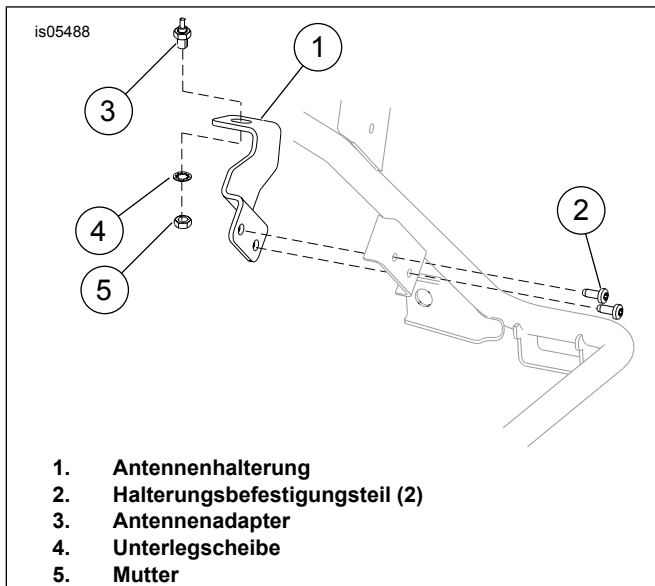
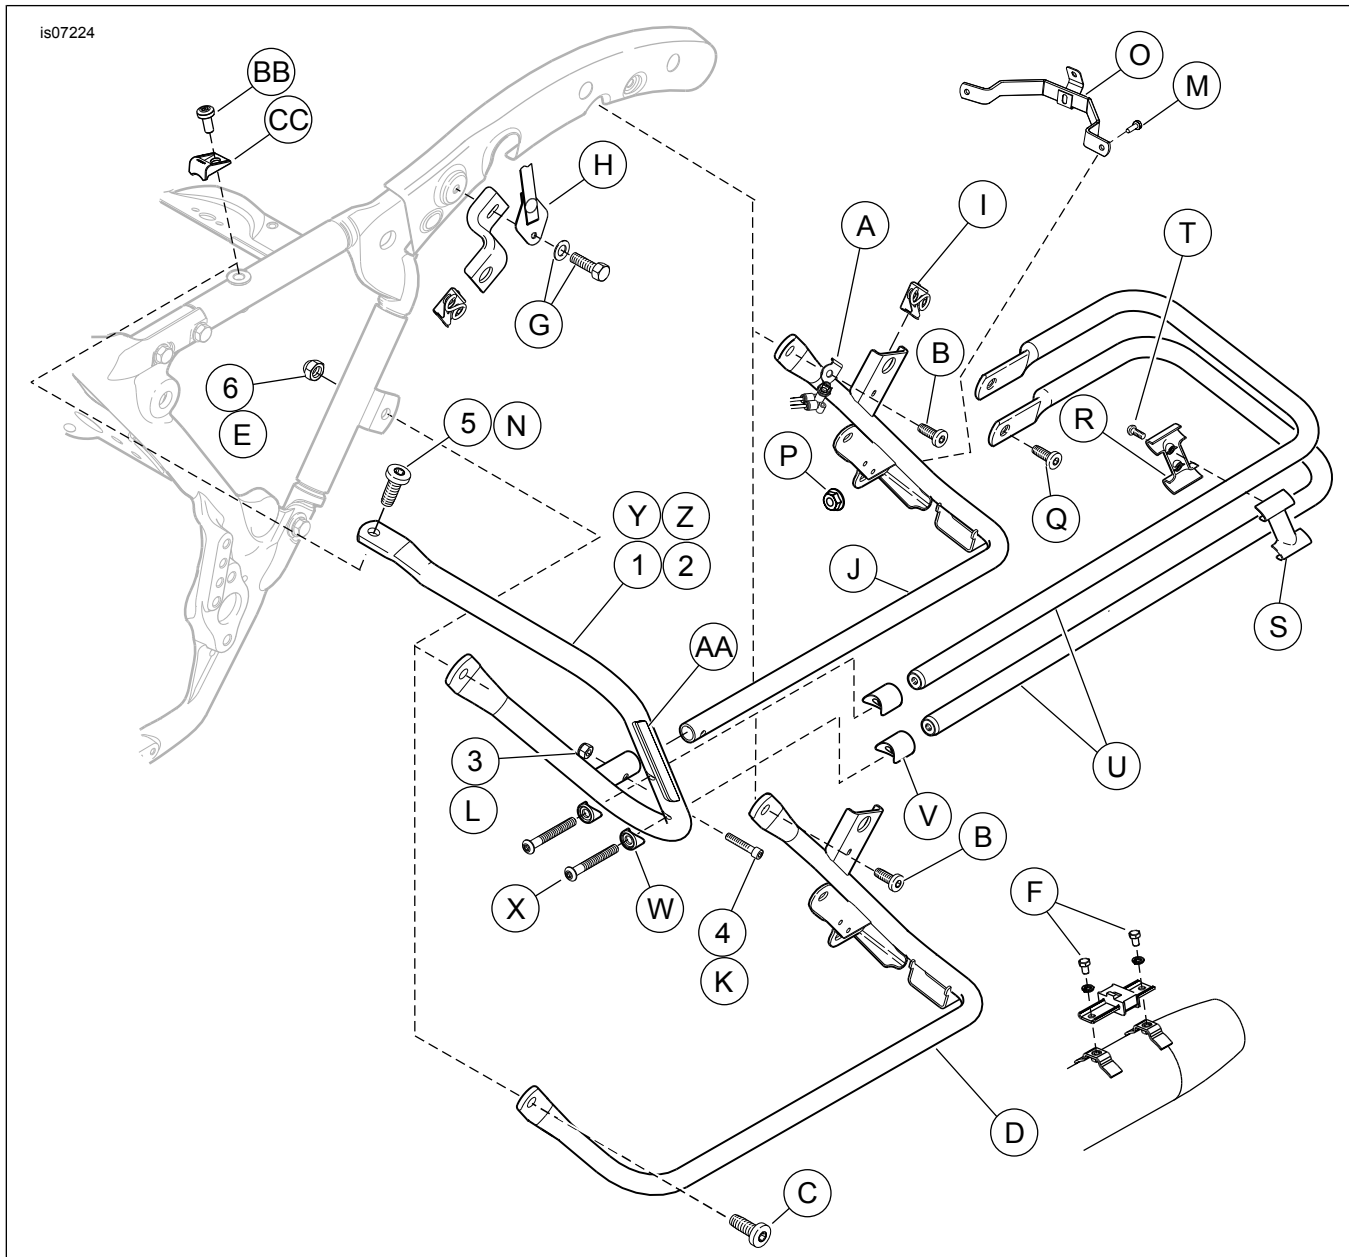

Abbildung 1. Antenne und Halterung ausbauen
Abbildung 3. Ersatzteile: Satteltaschen-Schutzbügelset (linke Seite abgebildet)
Siehe Abbildung 3 und Tabelle 1.
2. Siehe Abbildung 3. Die Halteriemenschraube und Unterlegscheibe (G) entfernen. Halterriemen (H) entfernen. Den Sitz gemäß den Anweisungen im Werkstatthandbuch ausbauen.
3. Falls vorhanden, den Sitzpuffer (CC) und die Schraube (BB) entfernen.
1. Siehe Abbildung 3. Die Schrauben (F), die die Satteltaschen-Schutzbügel an den Schalldämpferhalterungen halten, entfernen.
2. Schraube (M) und Mutter (P) entfernen. Schraube (M) für den Einbau aufbewahren. Mutter (P) entsorgen.
3. Die Schrauben (B und C) und die Mutter (E) entfernen. Die Schrauben (B und C) zum Einbau aufheben. Mutter (E) entsorgen.
4. Die Zapfenbuchse (I) entfernen und für den Einbau aufbewahren.
5. Siehe Abbildung 1. Antennenhalterung (1), Befestigungsteile (2), Antennenbefestigungsmutter (5), Unterlegscheibe (4) und Antennenadapter (3) entfernen. Die Antenne und Befestigungsteile aufheben, aber die Halterung entsorgen.
6. Die Stütze (D) entfernen und entsorgen.
1. Für **FLTR- und FLHX-Modelle**: Siehe Abbildung 3.
- Die hintere Satteltaschenhalterung-Befestigungsschraube (B) durch die Luftfederungshalterung (A) und Satteltaschenhalterung (J) (einzeln erhältlich) einbauen. Die Schraube von Hand anziehen.
- Die Schraube (M) und Mutter (P) einbauen (einzeln gekauft). Von Hand anziehen.
- Die Zapfenbuchse (I) in der Satteltaschenhalterung (J) einbauen.